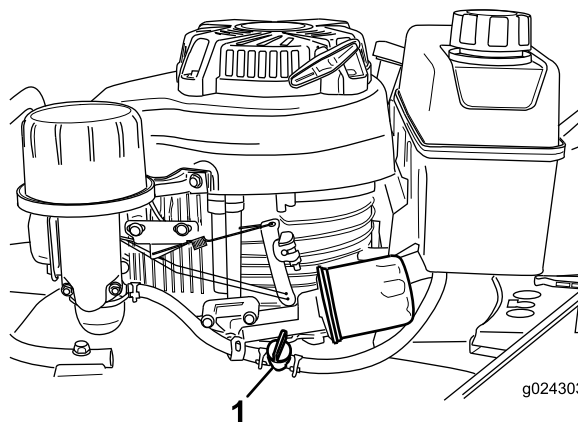

Figure 15
2. Ouvrez le robinet d'arrivée de carburant (Figure 15).
**Remarque:** Fermez le robinet d'arrivée de carburant (Figure 15) si vous ne prévoyez pas de démarrer le moteur tout de suite après.